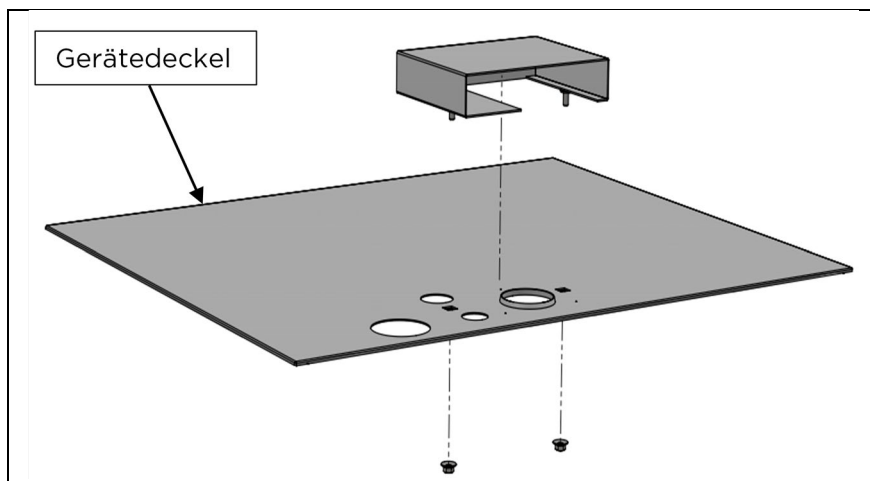

Abb. 3: Demontage Abdeckung Zuluftkappe
2. Die zwei dargestellten Muttern auf der Innenseite vom Gerätedeckel lösen und die Zuluftkappe demontieren. Für eine bessere Erreichbarkeit der Schrauben, können die HT-Rohre der Zuluft entfernt werden. (Abb. 3)